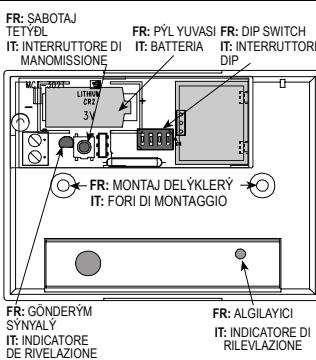

Fig. 5 - Vue de l'intérieur / Vista interna
- B. Imparare l'uso degli elementi indicati in Fig. 5 – tutti richiesti nelle fasi che saranno necessarie nel corso dell'installazione.